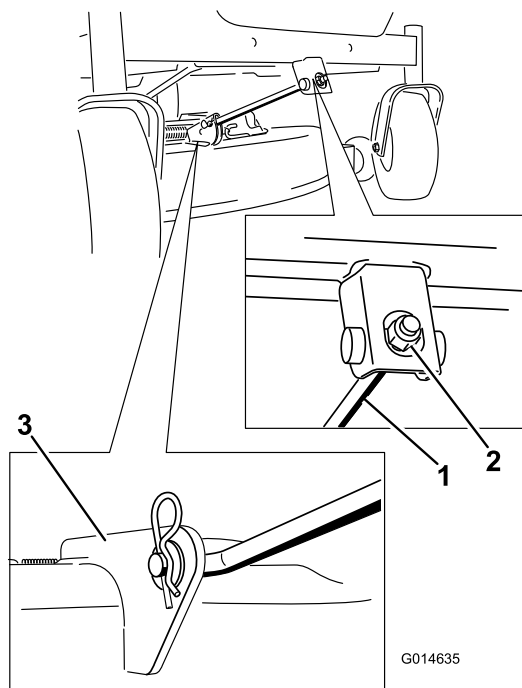

Figura 68
4. Remova o contrapino do gancho da barra de suporte da frente e remova a barra do suporte da plataforma (Figura 68).
6. Coloque a barra de suporte da frente na plataforma do cortador com o pino de segurança e contrapino do gancho (Figura 68).